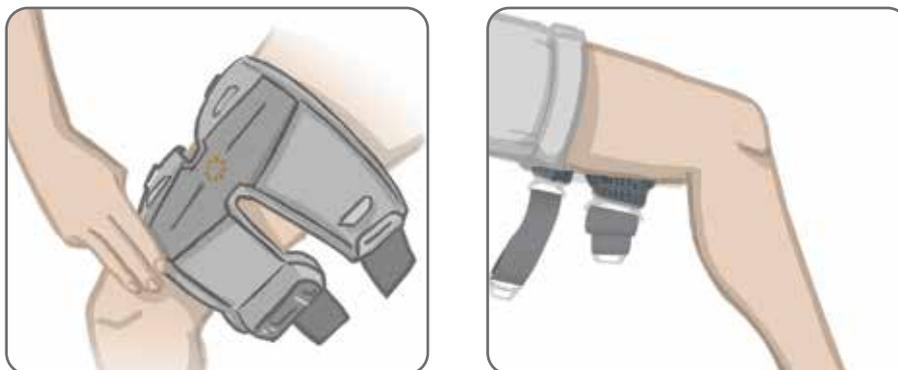

Figura 6-15: Posição correta do localizador do manguito da coxa (Esquerda) Posição do quadríceps mostrada, (Direita) Posição dos isquiotibiais mostrada
3. Coloque o localizador do manguito da coxa (uma marca de dedo tátil) na linha média da coxa, a aproximadamente três dedos do joelho. Veja a Figura 6-15. Certifique-se de colocar o manguito da coxa na posição de ajuste determinada pelo seu médico.